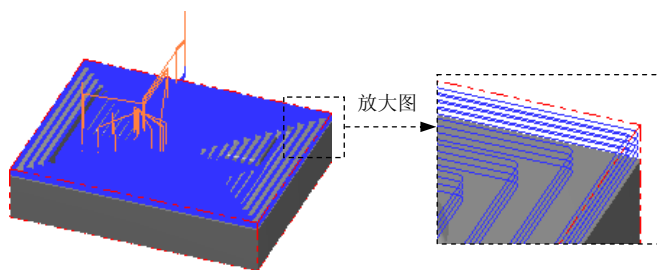

图 10.8 刀具路径
(1) 在“曲面粗加工挖槽”对话框中单击 **粗加工参数** 选项卡, 然后在 **进刀选项** 区域选中 ☒ **螺旋式下刀**、☒ **由切削范围外下刀** 复选框, 在 **Z 轴最大进给量** 文本框中输入 1。
(2) 单击 **螺旋式下刀** 按钮, 在系统弹出的“螺旋/斜插式下刀参数”对话框中单击 **斜插进刀** 选项卡, 然后在 **最小长度** 文本框中输入 100, 选中 ☒ **自动计算角度与** 复选框, 单击 ☒ 按钮。
(3) 单击 **切削深度 (D)...** 按钮, 在系统弹出的“切削深度设置”对话框中选中 ☒ **绝对坐标** 选项, 然后在 **绝对的深度** 区域的 **最高位置** 文本框中输入 4, 在 **最低位置** 文本框中输入 -30。单击 ☒ 按钮, 系统返回至“曲面粗加工挖槽”对话框。
Step11. 单击“曲面粗加工挖槽”对话框中的 ☒ 按钮, 完成加工参数的设置, 此时系统将自动生成图 10.8 所示的刀具路径。